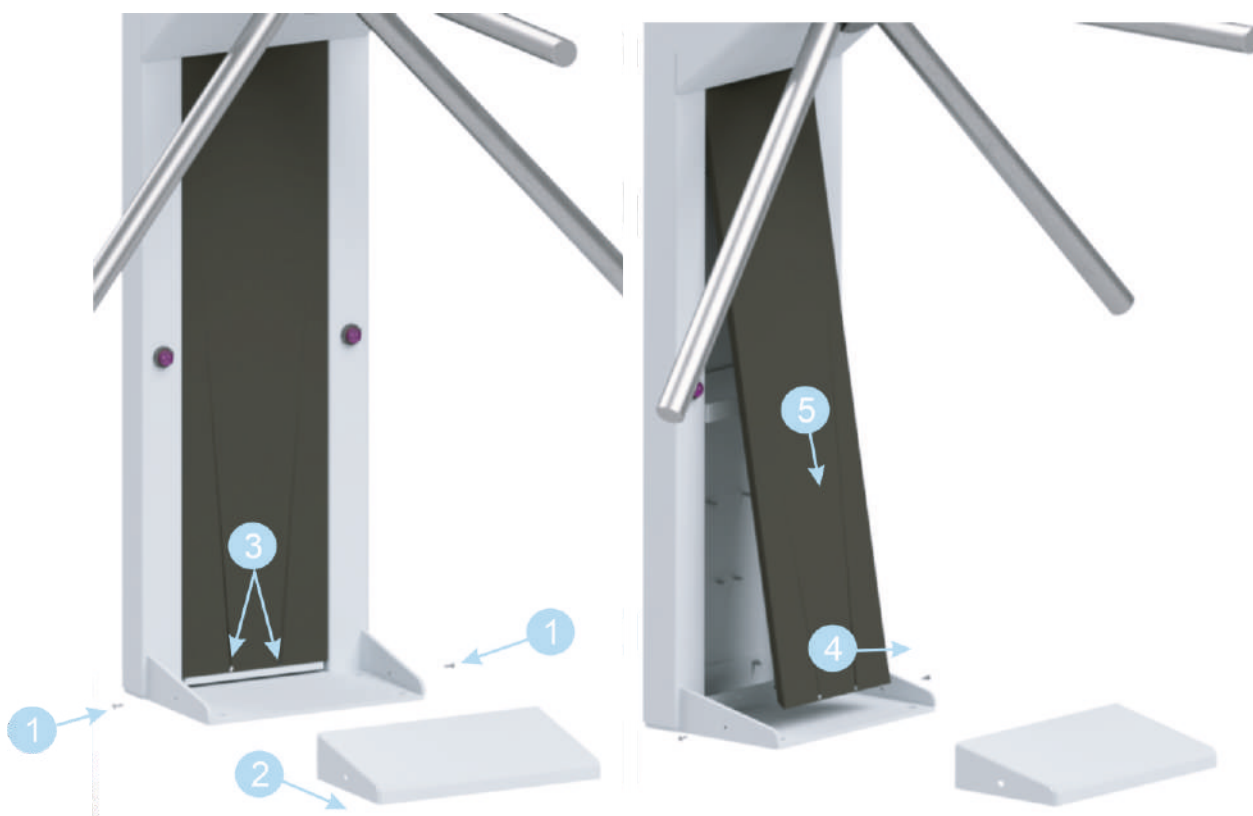

Рисунок 7.4.2 – Разборка кожухов турникета «STR-01»
- 1 Получить доступ к монтажному основанию и контроллеру управления турникетом, для этого необходимо выполнить следующие действия (см. рисунок 7.4.2):